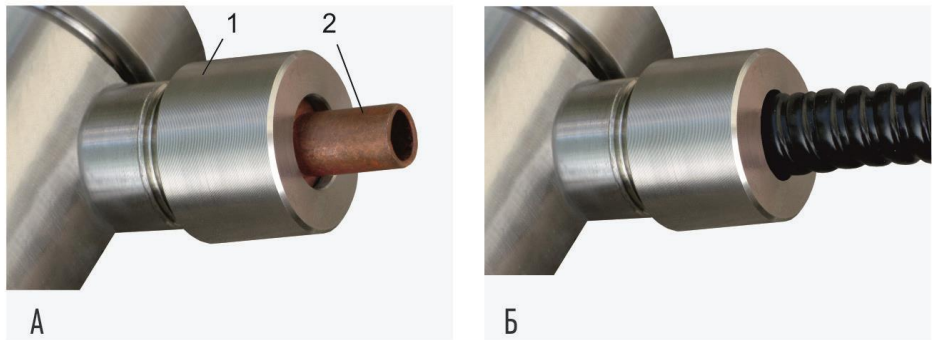

Рис. 3. Устройство крепления бронированного кабеля УКБК-15 для кабельного ввода "D12":
2. Устройство крепления бронированного кабеля «УКБК15» (рис. 3) для кабельного ввода D12. Устройство состоит из резьбовой конусной втулки 1 (которая устанавливается взамен втулки 3 по рис. 1А), конусной втулки 2 и резьбовой втулки 3. Фиксация брони кабеля осуществляется между втулками 1 и 2 при наворачивании втулки 3 по резьбе M24 на корпус кабельного ввода. Диаметр по броне - до 15 мм.